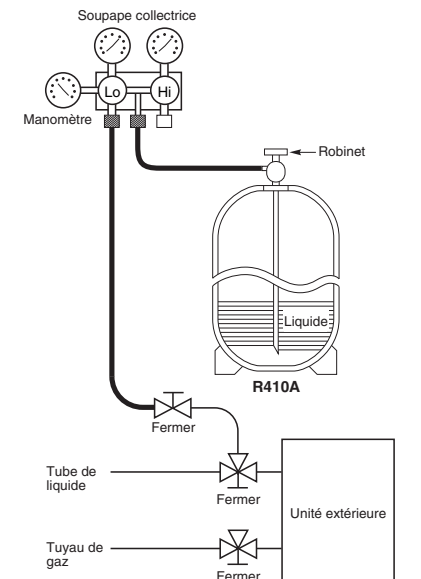

Fig. 8-5
- Charge de réfrigérant supplémentaire (calculée à partir de la longueur de tube de liquide comme indiqué à la partie "Quantité de charge de réfrigérant supplémentaire") en utilisant le robinet de service de tube de liquide. (Fig. 8-5)